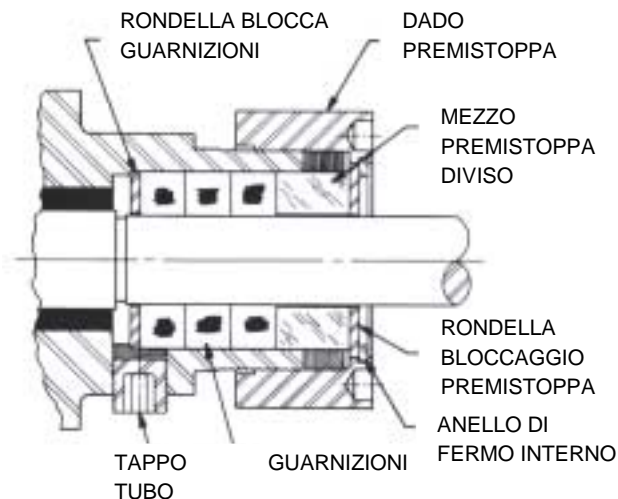

FIGURA 4
6. **RESTANTI PROCEDURE DI SMONTAGGIO** per le pompe con guarnizione a treccia serie 724. (Vedere Figura 4). Rimuovere il dado del premistoppa, la rondella di fermo del premistoppa e le due metà del premistoppa. L'anello di fermo interno non deve essere rimosso in questo punto. Per rimuovere il rotore e l'albero, spingere o picchiare con un martello di gomma nella direzione della testa. La guarnizione e la rondella blocca guarnizione possono essere ora rimossi.